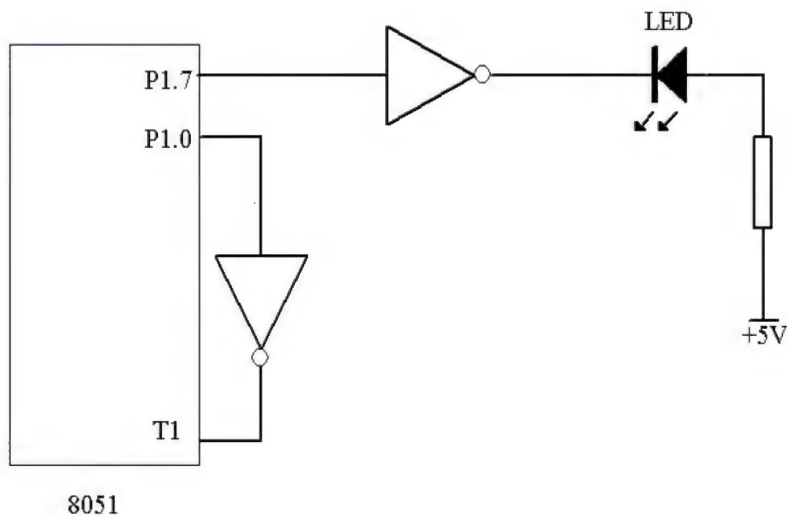

图 7.5 例 7-7 原理图
**【例 7-7】**如图 7.5 所示，在 P1.7 端接有一个发光二极管，要求利用定时/计数器控制，使 LED 亮 1s，灭 1s，周而复始。